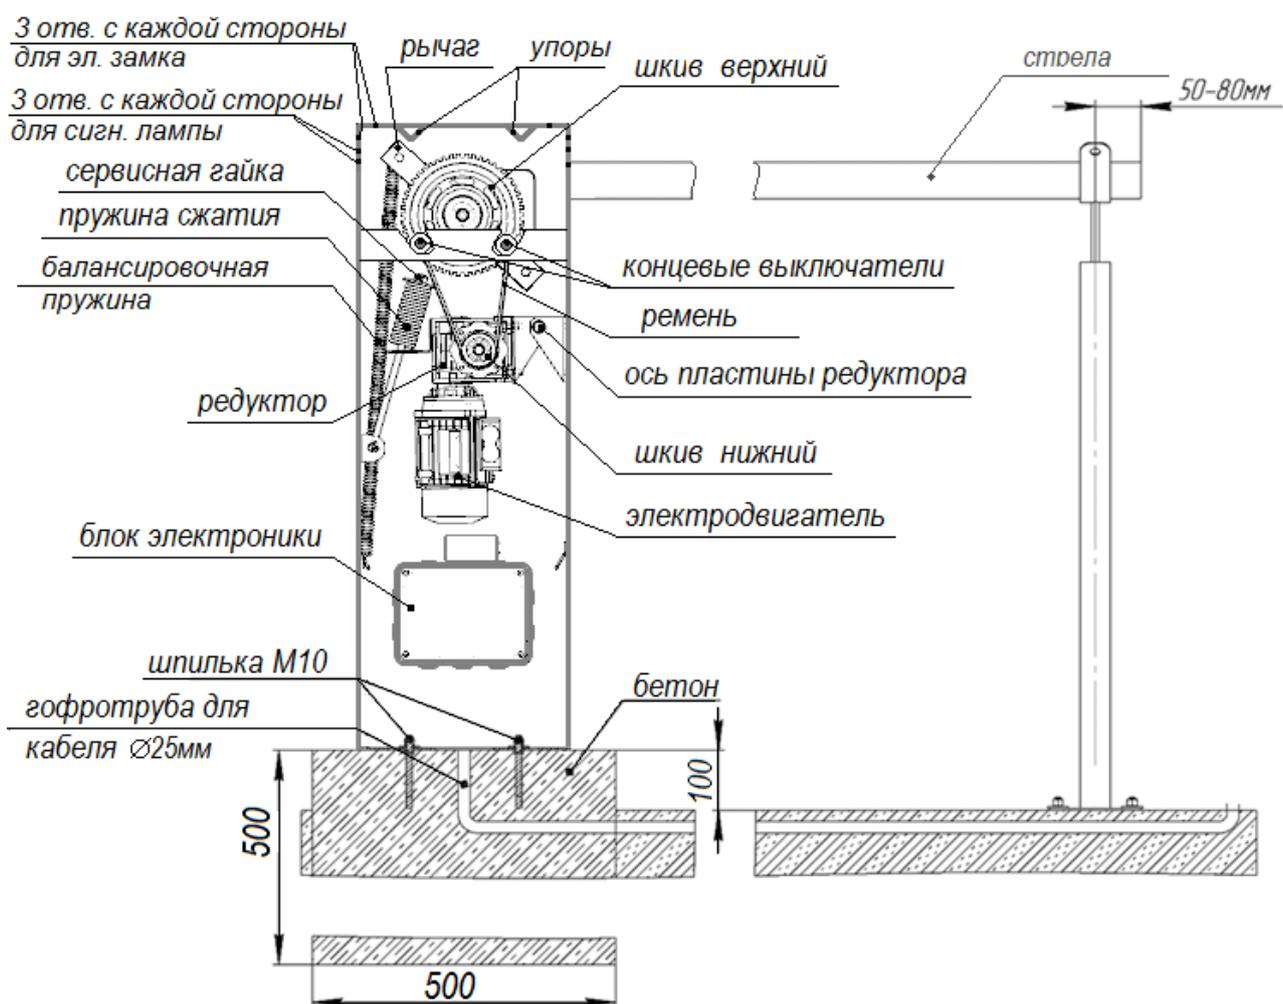

Рисунок 1
Шлагбаум следует установить на фундамент размером 500x500x500 из бетона марки не ниже М400. При заливке необходимо использовать монтажный комплект: монтажную раму и анкеры, при этом каждый анкер должен выступать над поверхностью фундамента своей резьбовой частью на высоту не менее 40 мм. Сам фундамент должен выступать над уровнем проезжей части не менее 100мм (см. Рисунок 1, 2)
На производстве шлагбаумы собираются в правостороннем исполнении (если смотреть со стороны крышки тумбы, стрела с права см. Рисунок 1, 2).
- * Переставить балансировочную пружину с левого крепления на рычаге и зацепе на правое крепление (см. Рисунок 1).
Концевые выключатели настраиваются таким образом, чтобы при срабатывании выключателя рычаг останавливался на расстоянии 1-2 мм от упоров, расположенных на верхней поверхности корпуса шлагбаума, не касаясь их (см. Рисунок 1).
Сигнальная лампа подключается к разъему X3. Напряжение ~230В. Активируется при движении стрелы шлагбаума. Лампа крепиться с боку корпуса шлагбаума (см. Рисунок 1)